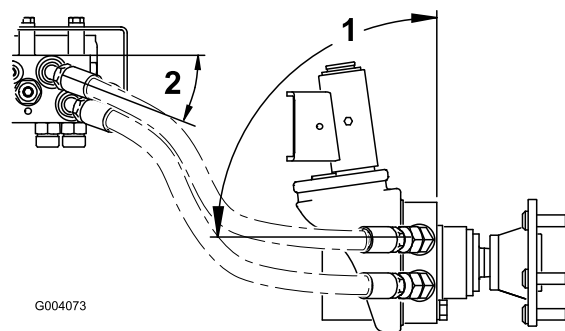

図 8
3. 右側のホイールモータにも同じ作業を行う。図 8 に示すようにホースが配置できたら全部のホース側フィッティングを本締めする。